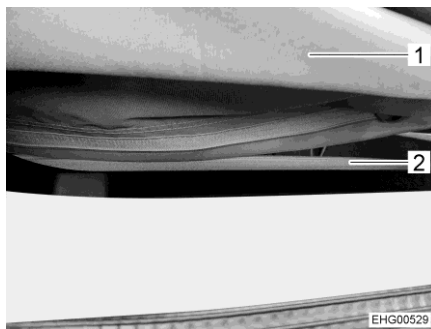

Bild 33 Reißverschluss
- Reißverschluss (Bild 33,2) an der Unterseite des Faltenbalgs (Bild 33,1) vollständig öffnen.